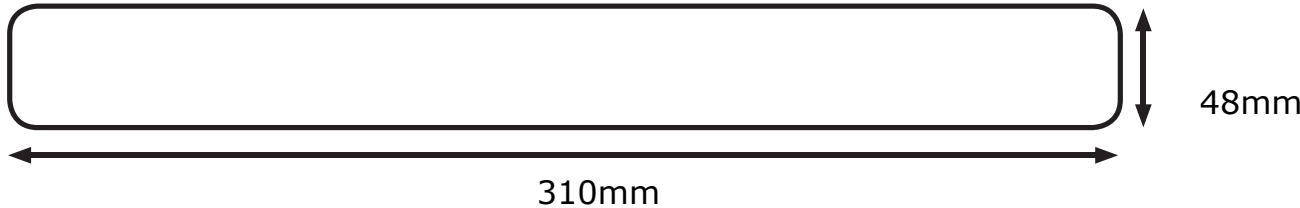

FIG1
- Taiăți o deschidere adecvată în tavan, conform detaliilor decupajului din Fig. 1, asigurându-vă că nu încălcă cablurile electrice, conductele de apă / gaz sau grinzile de tavan.